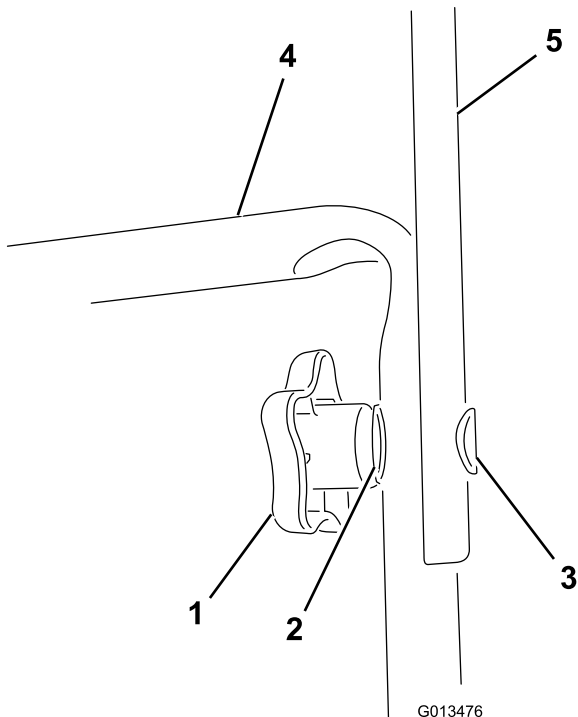

Figure 1
2. Montez la partie supérieure du guidon sur la partie inférieure au moyen des boutons du guidon, des rondelles bombées et des boulons ovales, comme montré à la Figure 1.